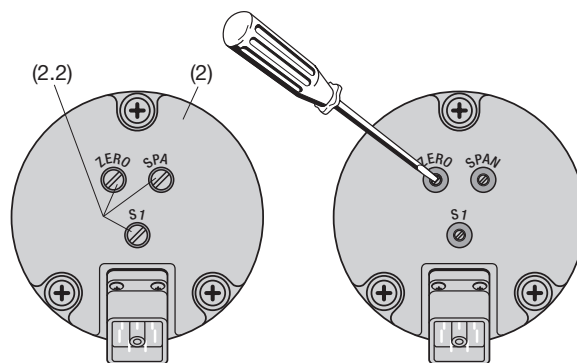
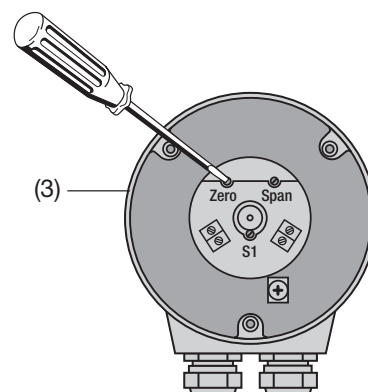

Fig. 9. Parte posteriore (2) con elementi di regolazione "ZERO", "SPAN" e "S1".
Fig. 10. Parte posteriore (3) con gli elementi di regolazione "ZERO", "SPAN" e "S1".
- ... con **connettore** rimuovere le viti di ZERO/SPAN (2.2) (Fig. 9, sinistra).
In seguito utilizzare un cacciavite (Ø 2.3 mm) per girare il potenziometro "ZERO" (Fig. 9, destra, o Fig. 10) per ottenere il valore preciso della corrente di uscita.
I convertitori angolari con un campo di misura > 150° sono dotati di un commutatore per l'inversione del senso di rotazione (Fig. 9 e Fig. 10).
... con **connettore** togliere la vite di protezione S1 (2.2), (Fig. 9, a sinistra).